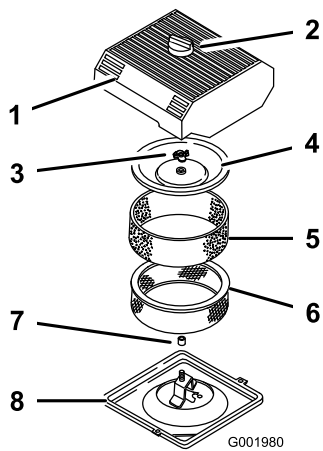

Figure 46
3. Nettoyez la surface autour du filtre à air pour éviter que des impuretés n'endommagent le moteur en tombant à l'intérieur (Figure 46).
- Desserrez le bouton sur le couvercle du filtre à air et déposez le couvercle (Figure 46).
- Sortez délicatement l'élément en mousse de l'élément en papier (Figure 46).
- Dévissez l'écrou du couvercle et enlevez le couvercle et l'élément en papier (Figure 46).
- Glissez délicatement l'élément en mousse sur l'élément en papier (Figure 46).
3. Vissez l'écrou à la main contre le couvercle (Figure 46).
4. Remettez en place le couvercle du filtre à air et le bouton (Figure 46).